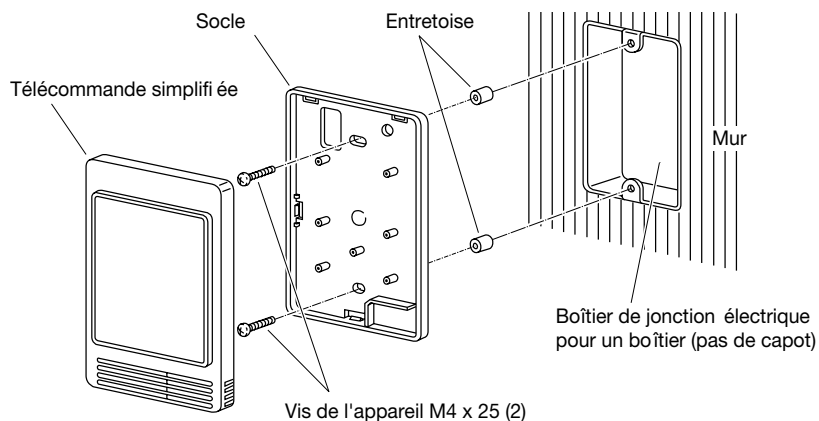

Fig. 3-57
- Pour encastrer la sonde de la télécommande dans un mur, utilisez un boîtier de jonction électrique (fourniture chantier) (fig. 3-57.)